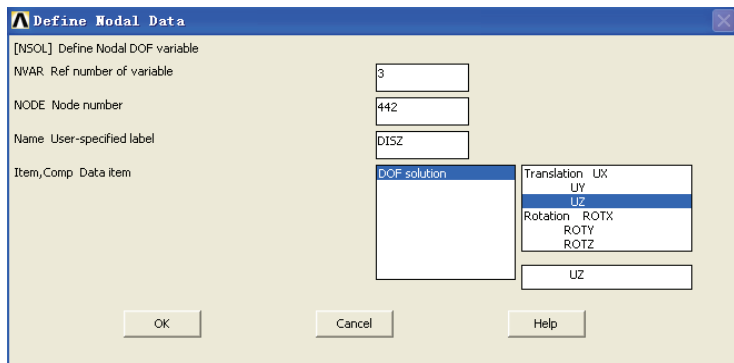

图 6-65 定义节点变量对话框
28) 在 Defined Time-History Variables 对话框中单击 Add 按钮, 出现 Add Time-History Variable 对话框, 单击 Nodal DOF result 单选按钮, 单击 OK 按钮, 出现 Define Nodal Data 拾取菜单, 在输入栏中输入 442, 单击 OK 按钮, 出现 Define Nodal Data 对话框, 参照图 6-65 对其进行设置, 单击 OK 按钮关闭该对话框。